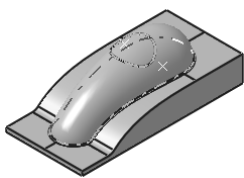

图 3-207 定义目标加工零件（3）
4) 定义目标加工零件（3）。单击 Design part for simulation 按钮，系统自动隐藏“Part Operation”对话框，在图形区选择打开的实体模型作为目标加工零件，如图 3-207 所示，然后双击空白处返回“Part Operation”对话框。